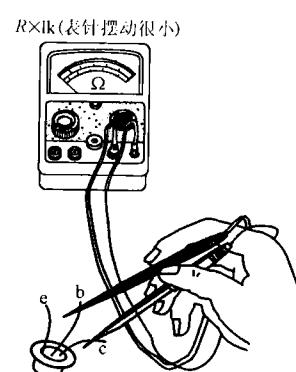

图 1-13 三极管性能的判定
(4)性能的判别:用万用表测量三极管 b、e、c 三个极的正、反向电阻,可以初步判定三极管的性能的好坏。例如 NPN 型三极管,测其正向电阻时黑表笔接 b 极,红表笔分别接 e 极和 c 极,阻值应为几百欧姆;测反向电阻时,黑表笔(表内电池的“+”)应接 c 极和 e 极,红表笔接 b 极,如图 1-13 所示,其电阻值应为兆欧以上。通常 c-e(e-c)间的正(反)向电阻相对小些,其正